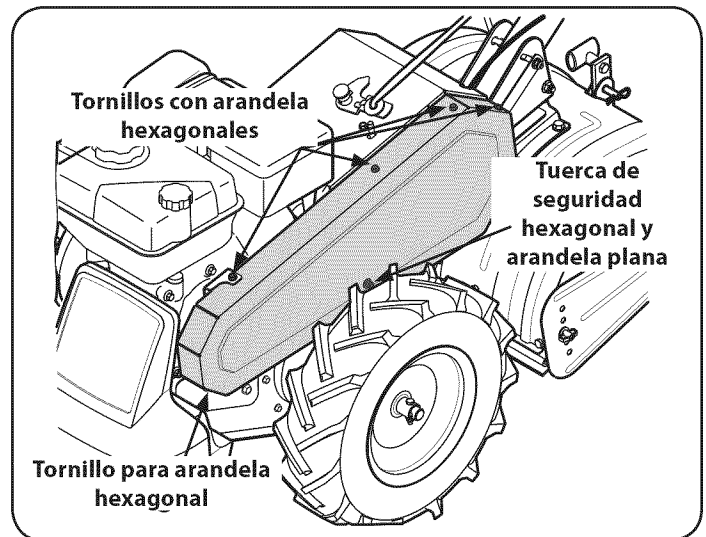

Figura 28
1. Saque la cubierta de la correa desde el lado izquierdo de la cultivadora extrayendo los cinco tornillos con arandelas hexagonales de la parte superior de la cubierta. Vea la Figura 28.
2. Retire con cuidado la tuercas de seguridad hexagonal y la arandela plana del lado frontal de la cubierta de la correa. Vea la Figura 28.